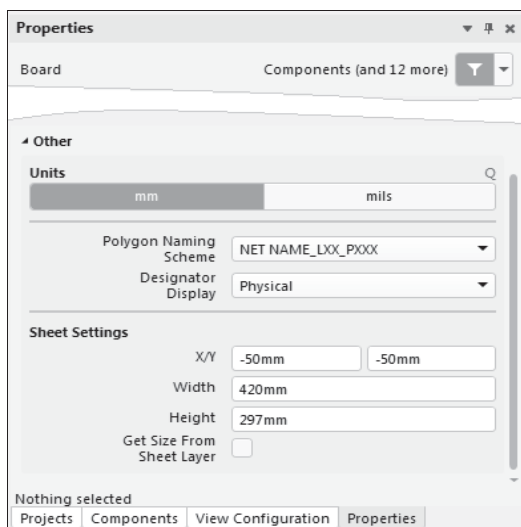

Рис. 3.6. Настройка метрики и параметров листа
- Для назначения системы единиц измерения и размеров листа документа следует активизировать панель **Properties** (рис. 3.6) и выполнить следующие действия: